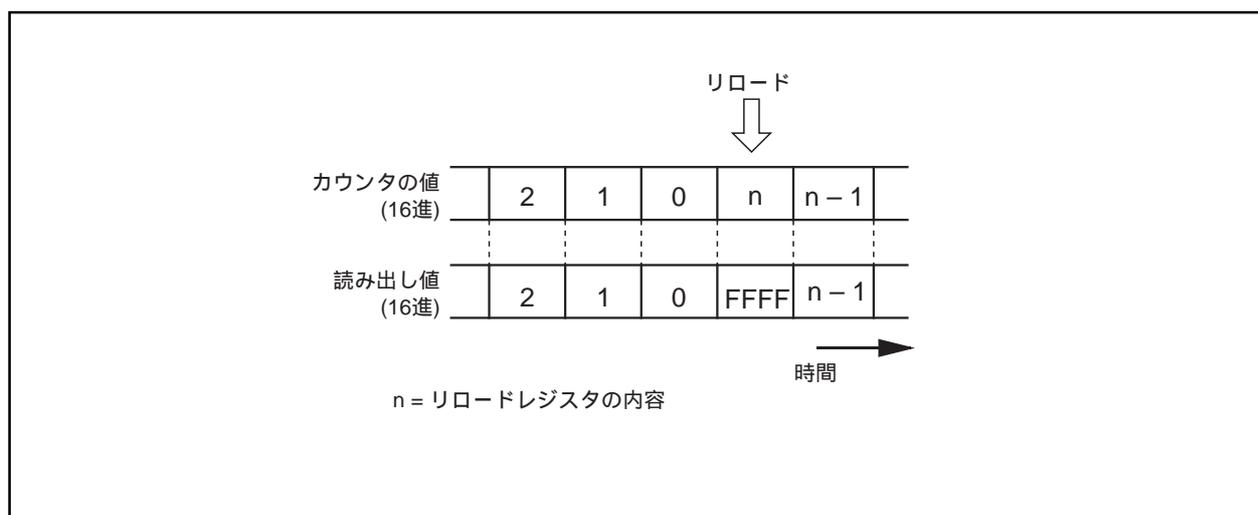

図2.3.12. タイマBiレジスタの読み出し
- 内 容 (1) リセット解除後、カウント開始フラグは“0”です。タイマBiレジスタに値を設定した後、“1”にしてください。
- (2) カウント中のカウンタの値は、タイマBiレジスタを読み出すことによって任意のタイミングで読み出すことができます。ただし、図2.3.12に示すリロードタイミングで読み出した場合、FFFF₁₆が読み出されます。カウント停止中にタイマBiレジスタに値を設定した後、カウンタがカウントを開始するまでの期間に読み出しを行った場合、設定値が読み出されます。